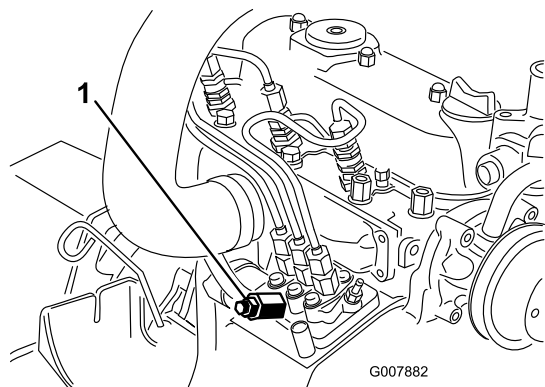

Bild 40
3. Legen Sie einen Lappen unter die Entlüftungsschraube an der Kraftstoffeinspritzpumpe und öffnen Sie sie (Bild 40).